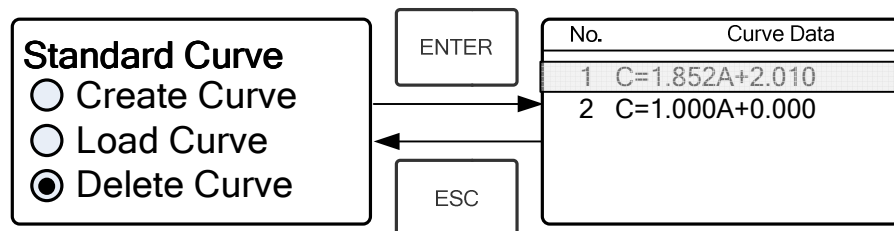

Fig. 4-19
(7) Eliminar curva
- ★ Mueva el cursor sobre “Eliminar curva” y presione  para confirmar. Después, el sistema le enviará a la interfaz de selección de la ecuación de la curva. (Fig. 4-19)